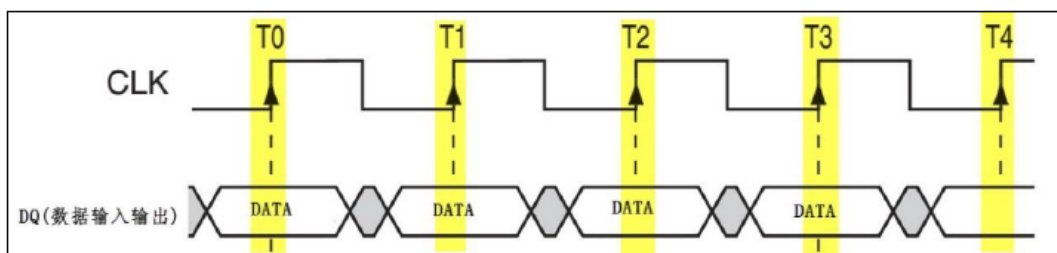

图 22-3 同步通讯时序图
**SDRAM**：根据 DRAM 的通讯方式，又分为同步（SDRAM，Synchronous DRAM）和异步两种，这两种方式根据通讯时是否需要使用时钟信号来区分。图 22-3 是一种利用时钟进行同步的通讯时序，它在时钟的上升沿表示有效数据。由于使用时钟同步的通讯速度更快，所以同步 DRAM 使用更为广泛，这种 DRAM 被称为 SDRAM(Synchronous DRAM)。